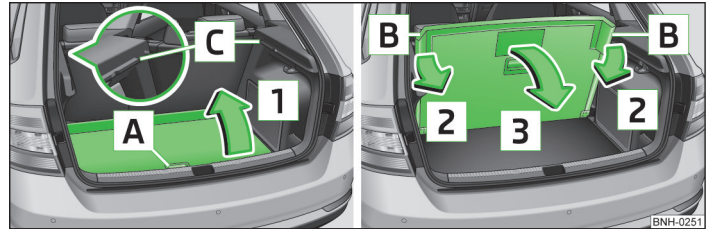

Abb. 75 Parkstellung einstellen / von der Parkstellung aus herunterklappen
- Den variablen Ladeboden am Griff **[A]** » Abb. 75 fassen.
- Auf die klappbaren Ecken **[B]** » Abb. 75 auf den beiden Seiten des variablen Ladebodens in Pfeilrichtung **[2]** drücken und diese von den Positionen **[C]** abnehmen.